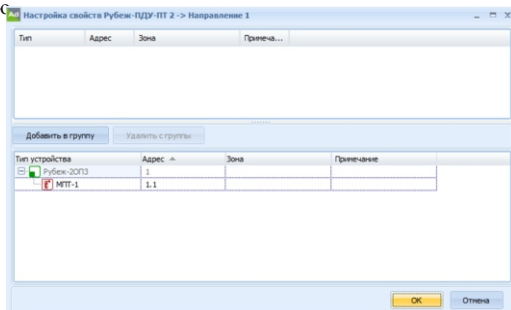

Рисунок 4
6.4 Затем раскрывают список направлений, правым кликом вызывают выпадающее меню для требуемого направления и выбирают пункт «Свойства» (рисунок 4). В открывшемся окне в нижнем поле открывается список доступных исполнительных устройств (далее – ИУ), в верхнем – список ИУ, присписанных к направлению.